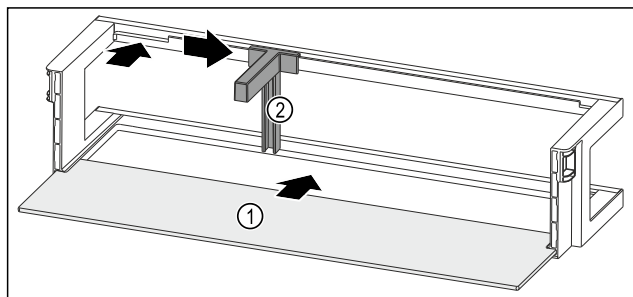

Fig. 136 带搁板的门边存放架
- ▶ 将搁板 Fig. 136 (1) 推入侧面凹槽。
- ▶ 将瓶托 Fig. 136 (2) 装入槽中。
- ▶ 将瓶托 Fig. 136 (2) 推至一侧的所需位置。